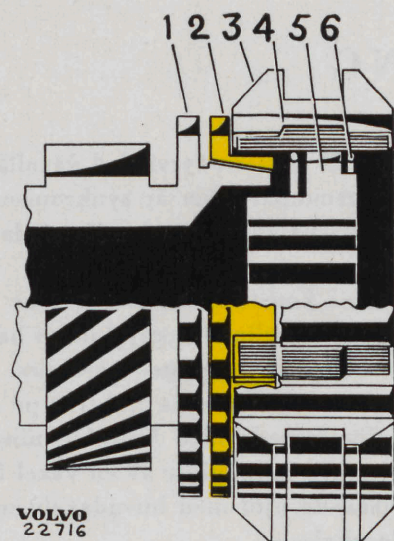
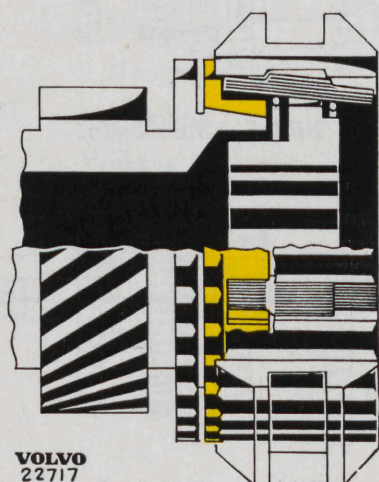
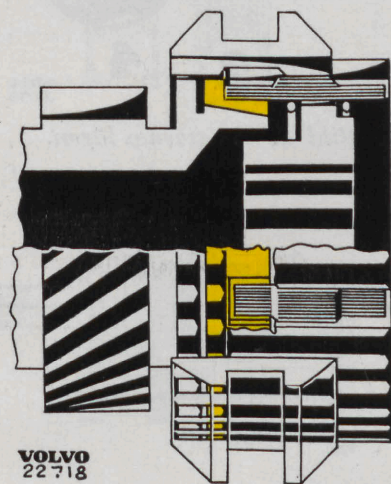

Bild 8. Neutralläge.
Bild 9. Synkronisering.
Bild 10. Växeln inkopplad.
Synkroniseringarnas konstruktion och verkningsätt visas på bilderna 8—10. När en växel skall kopplas in pressas kopplingshylsan (3 bild 8) av skiftgaffeln i riktning mot denna växels kugghjul. Medbringarna (4) pressar därvid synkroniseringskonan (2) mot konan på kugghjulet (1). Har då synkroniseringen och kugghjulet olika rotationshastighet kommer synkroniseringskonan att vrida sig i förhållande till kopplingshylsan. Synkroniseringskonan hindras dock av medbringarna att vrida sig mer än en halv kuggbredd, se bild 9. Härvid kommer synkroniseringskonans kuggar att med halva kuggbredden ligga an mot kopplingshylsans kuggar och på så sätt hindra denna att gå i ingrepp. Genom friktionen mellan synkroniseringskonan och konan på kugghjulet, kommer kugghjulet att få samma rotationshastighet som synkroniseringen. När de har fått samma hastighet, förmår kopplingshylsan vrida tillbaka synkroniseringskonan och växeln kan kopplas in, bild 10.